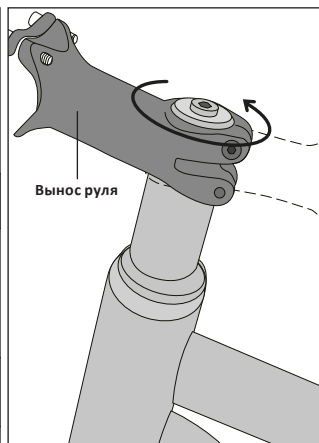

Рис. 2
2. Отрегулируйте вынос руля, повернув его с некоторым усилием, удерживая переднюю часть велосипеда (рис. 2).